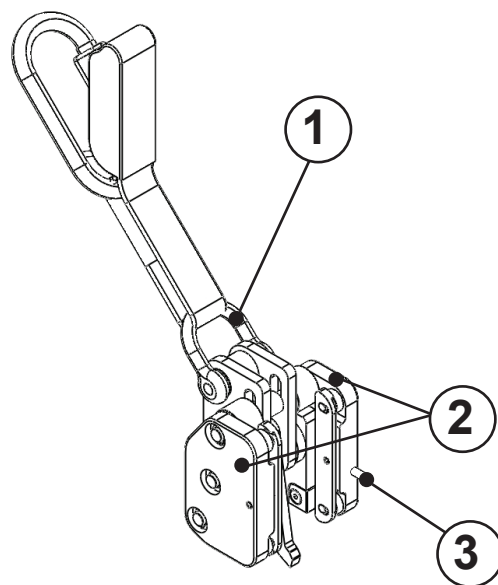

Abb. 17 Sicherungsläufer
- Sicherungsläufer am Schäkel (1) und am Grundkörper (2) mit leichtem Zug nach unten halten und in Führungsrichtung in die Steigschutzschiene führen.
- Der Stift (3) an der Vorderseite verhindert das falsche Einführen in die Steigschutzschiene (Abb. 17).